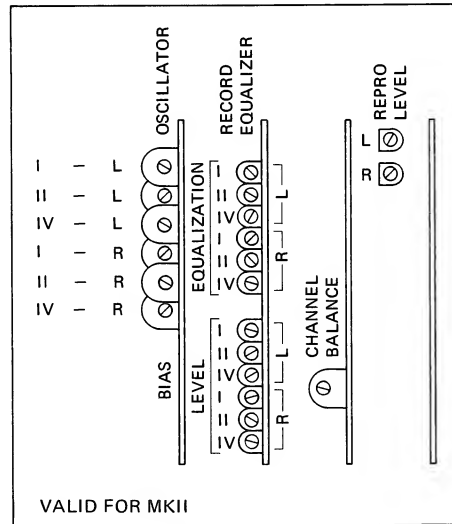

Fig. 5.3
- Mit dem Trimpotentiometer CHANNEL BALANCE (Fig. 5.3) den rechten Kanal auf den gleichen Pegel einstellen.
- Adjust right-hand channel to identical level with the aid of CHANNEL BALANCE trimmer potentiometer (Fig. 5.3).
- Réglez le canal droit au même niveau grâce au trimmer CHANNEL BALANCE (fig. 5.3).
- Ajustez le trimmer PEAK METER CALIBRATION (fig. 5.3) pour les deux canaux de façon à ce que les deux segments situés à gauche du symbole DOLBY (0 dB) s'allument à peine.